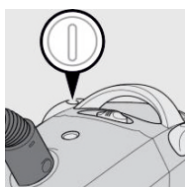

Рис. 9
1. Пылесос можно переносить за ручку (рис. 9).